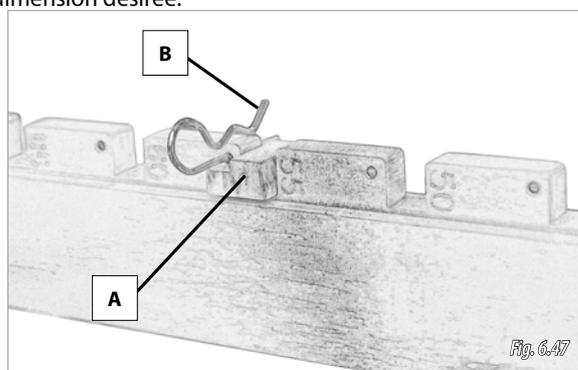

Fig. 6.47
- 1- Retirez les goupilles (B, Fig. 6.47) des éléments et retirez les butées d'ouverture (A, Fig. 6.47).
- 2- Retirez toutes les goupilles (B, Fig 6.47) et retirez les butées d'ouverture (A, Fig. 6.47).